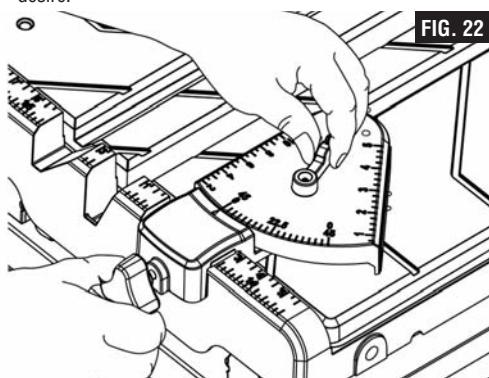

FIG. 22
- Réglez le guide universel de façon que l'angle désiré (0°, 22,5° ou 45°) s'aligne sur la flèche de l'indicateur (Fig. 22). Serrez le levier pour verrouiller le guide universel à l'angle désiré.